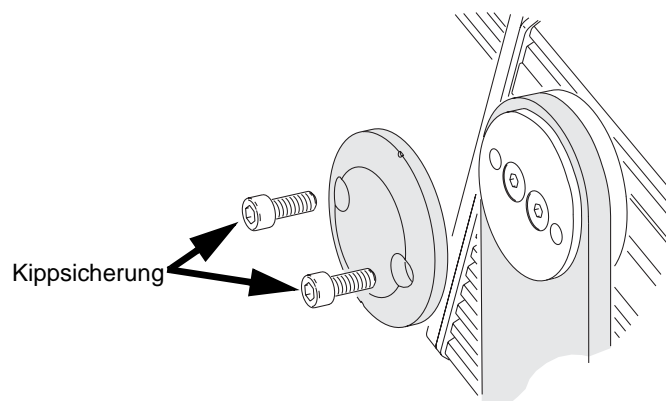

Bild 2: Einstellung des Kippwinkels
2. Siehe Bild 2. Lösen, aber entfernen Sie die Befestigungsschrauben der Kippblockierung nicht. Kippen Sie das Gerät in den gewünschten Winkel und ziehen Sie die Schrauben wieder fest.